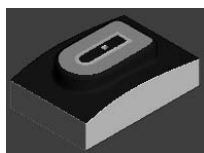

图 3-36 仿真加工结果
2) 在“仿真”工具栏的“当前刀具路径”下拉列表中选择要模拟的刀具路径 finish1，然后单击“执行”按钮，系统开始自动仿真加工，仿真加工结果如图 3-36 所示。